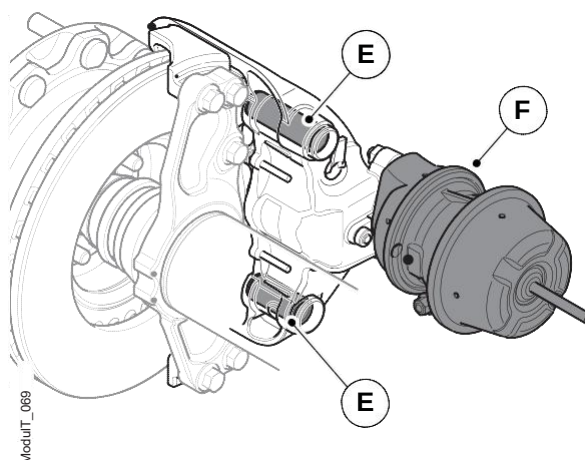

Figura 3. Pinos guia e câmara do freio de mola
A pinça de freio se move nos pinos guia (E). Consulte a figura 3. Onde o freio a disco também serve como freio de estacionamento, a unidade é acionada por uma câmara de freio de mola (F).